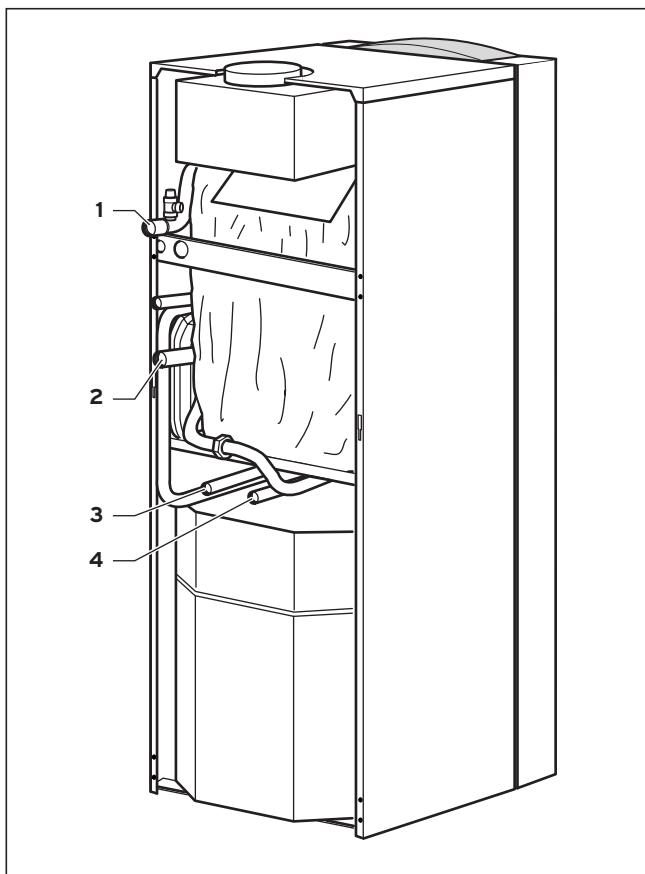

Abb. 4.1 Heizungsseitiger Anschluss
- Installieren Sie den Heizungsvor- (HVL) und -rücklauf (HRL) entsprechend den Angaben in Abb. 4.1.
- Schließen Sie den Speicher entsprechend der Abb. 4.1 an.